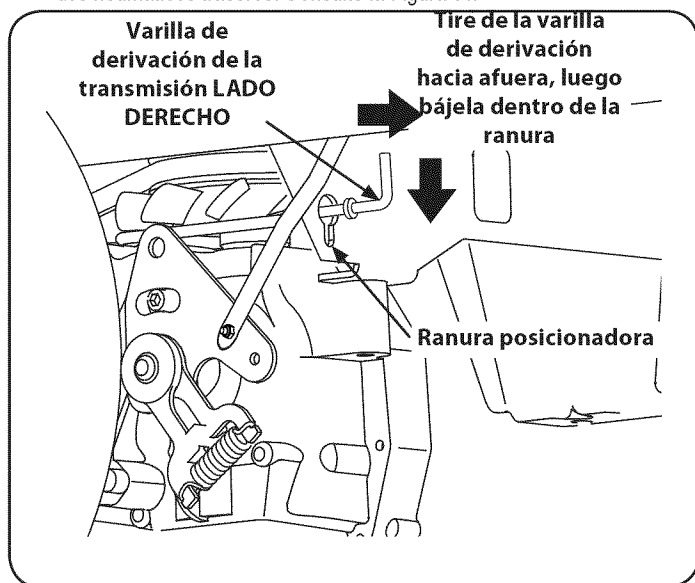

Figura 31
1. Ubique las dos varillas de derivación de transmisión, justo delante de los dos neumáticos traseros. Consulte la Figura 31.